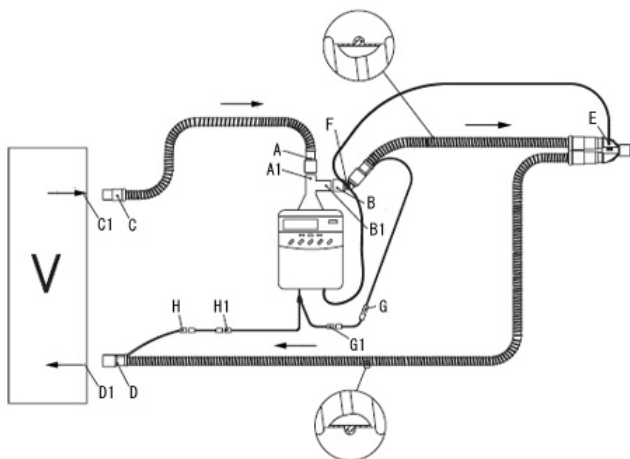

図 3
- Hudson 社製ヒータワイヤ回路を使用する場合は(図 3)、アダプタが 2 つ必要である。下記の手順に従って接続すること(図 3)。
- (1) 吸気側の電気リカルアダプタ(水色、G)は、アダプタを用いて加温加湿器ショートケーブルの末端(水色、G1)と接続する。
- (2) 呼気側の電気リカルアダプタ(黄、H)はアダプタを使用し、加温加湿器ロングケーブルの末端(黄、H1)と接続する。